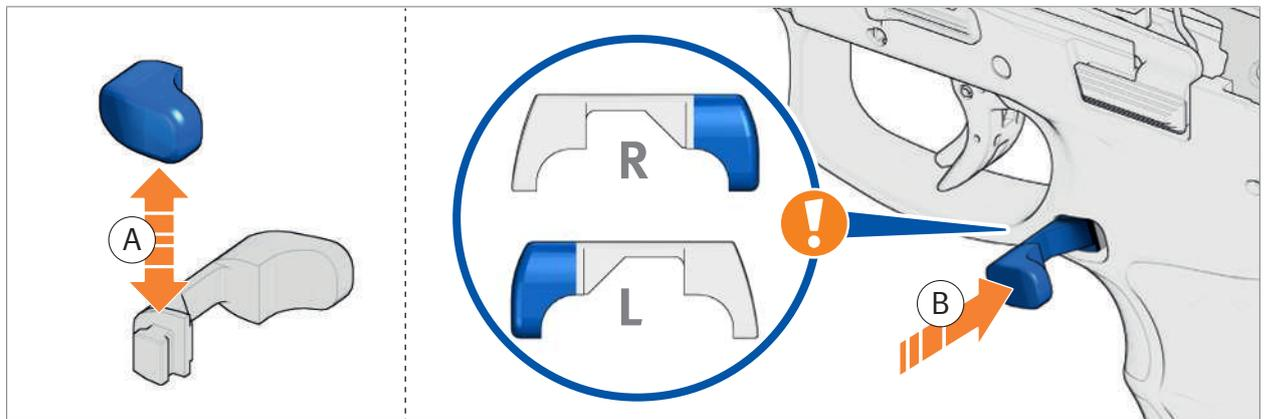

Abb. 35: Push-Button umbauen
2. Push-Button umbauen (Abb. 35).
3. Push-Button einsetzen (Abb. 35).